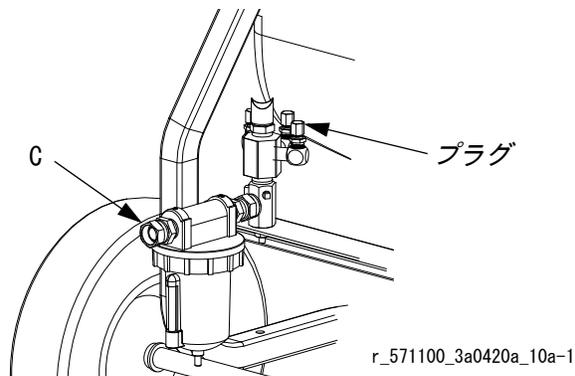

図 8
2. 必要に応じて、溶剤ポンプや供給ポンプエアホースのプラグを取り外してください。設置方法についてはポンプ取扱説明書を参照してください。図 8 を参照してください。